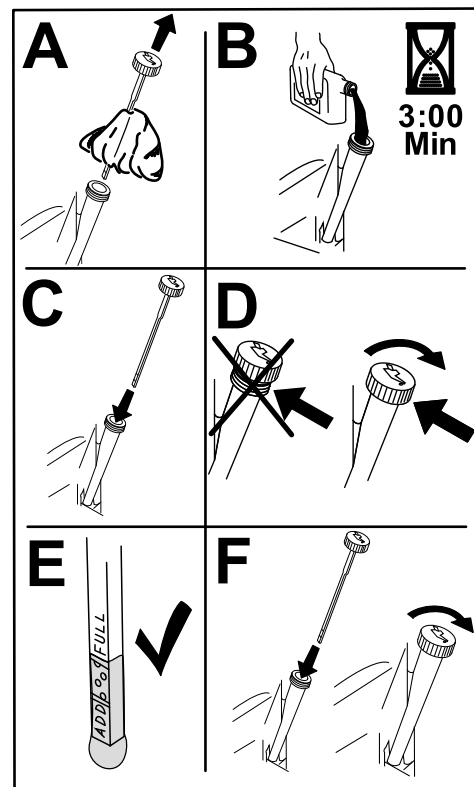

Figura 42
6. Versate lentamente circa l'80% dell'olio indicato nel tubo di rifornimento e sempre con cautela rabboccate l'olio necessario per portarlo alla tacca di **Pieno** (Figura 42).